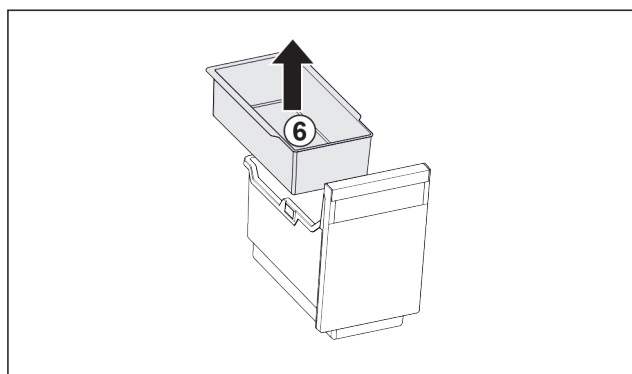

Fig. 140
- ▶ Vyměte závěsnou misku Fig. 140 (6).